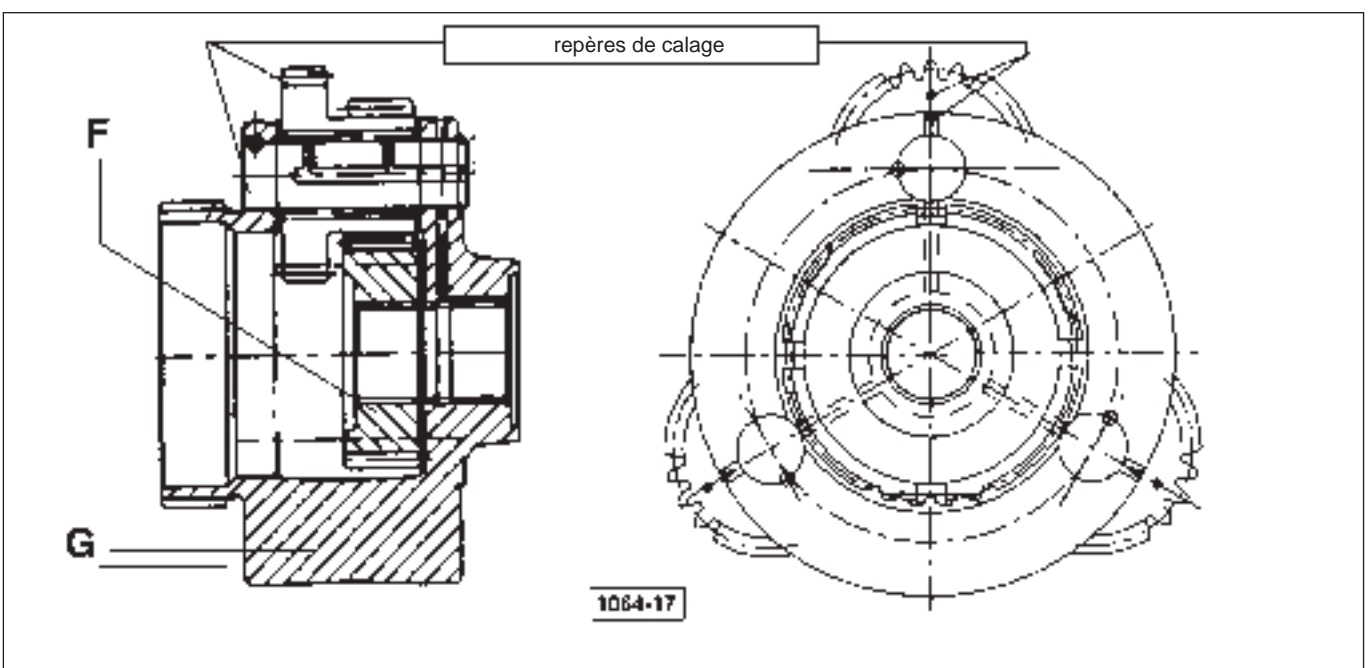

Fig. 69 - Réglage du réducteur épicycloïdal du groupe Powershift
- Assembler à part l'engrenage **F** "LOW" muni du porte-satellites **G** code 008.0263.0. Les satellites, au montage de l'engrenage **F**, doivent être positionnés de telle manière que les repères gravés sur ceux-ci coïncident avec les repères sur le flasque porte-satellites, (Fig.69)